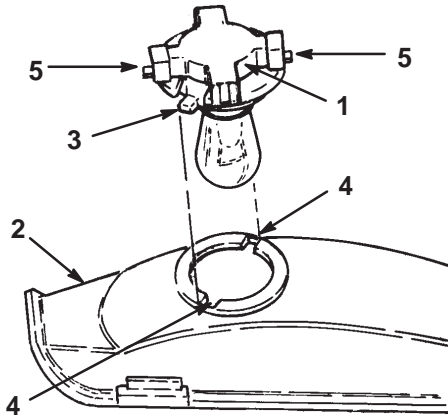

Figure 42
4. Dévissez l'embase d'un quart de tour vers la gauche et déposez-la du réflecteur (Fig. 42).
2. L'embase de l'ampoule présente deux languettes (Fig. 42). Alignez ces languettes et les rainures du réflecteur, insérez l'embase dans le réflecteur et vissez-la à fond d'un quart de tour vers la droite.